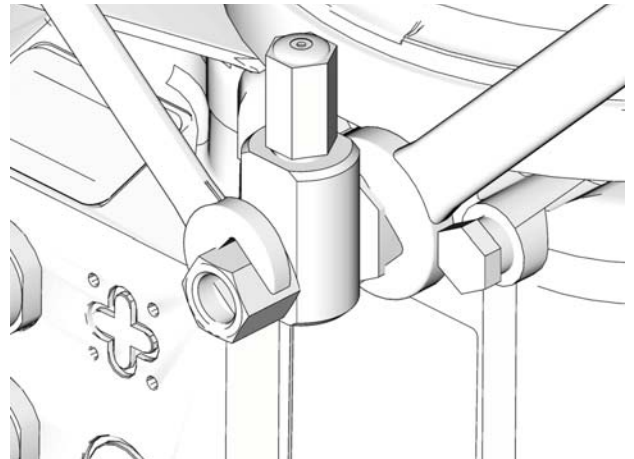

FIG. 17
1. Afloje el accesorio del elemento de bomba (FIG. 17).
3. Apriete el accesorio del elemento de bomba utilizando dos llaves que funcionen en direcciones opuestas (FIG. 17).